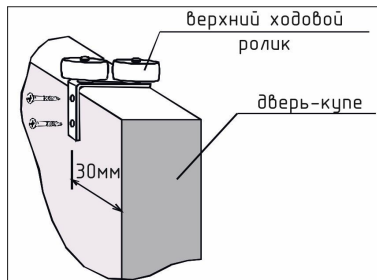

Рис. 1 Крепление верхнего ходового ролика
8. Устанавливаем верхние ходовые ролики (рис. 1) на верхнюю часть фасадов и нижние опорные ролики (рис. 2) при помощи шурупа 4 x 16 мм. Устанавливаем фасад.
9. На боковины (1.1) и (2) устанавливаем фланцы со штангой при помощи шурупов 4 x 16 мм.
10. К боковинам (2) и (1.2) крепим роликовые направляющие помощи шурупов 4 x 16 мм.
11. Вворачиваем дюбель эксцентрика в фасад (14) и крепим ручку. Собираем ящики из боковин (13) и вязок (12) и крепим их к фасаду (14) эксцентриковой стяжкой. Прибиваем ЛДВП ящиков гвоздями 2 x 20 мм и крепим направляющие шурупами 4 x 16 мм.